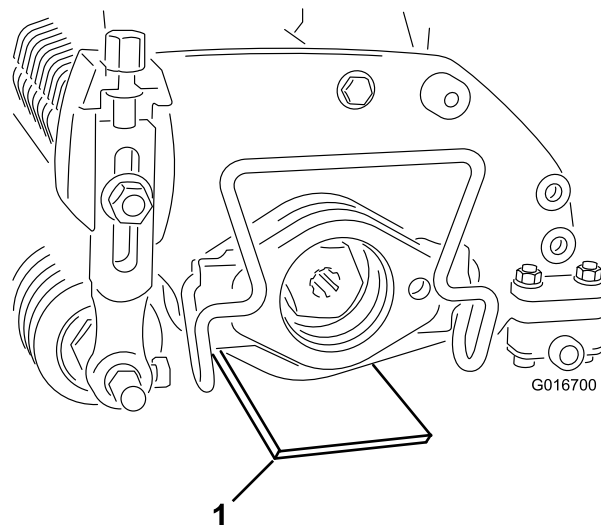

Figura 3
2. Coloque una barra de ajuste del mismo grosor que la altura deseada de las cuchillas sobre el suelo, bajo cada extremo de la unidad escarificadora (Figura 3).